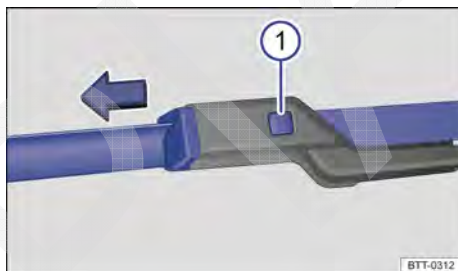

Fig. 271 No para-brisa: substituir as palhetas dos limpadores do para-brisa (Passat e Passat Variant).
- Manter o botão de destravamento → Fig. 271 ① pressionado e, ao mesmo tempo, puxar a palheta dos limpadores do para-brisa para fora, no sentido da seta.